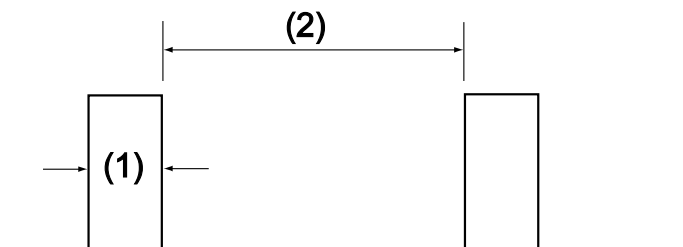

Рис. 8-9. Полярность сигнала
1) при задании положительной полярности сигнала, анализироваться будет длительность импульса, отмеченная на рис. 8-9 как (1). В этом случае после запуска развертки изображение на ЖКИ будет как на рас. 8-10
2) при задании отрицательной полярности сигнала, анализироваться будет длительность импульса, отмеченная на рис. 8-9 как (2). В этом случае после запуска развертки изображение на ЖКИ будет как на рас. 8-11